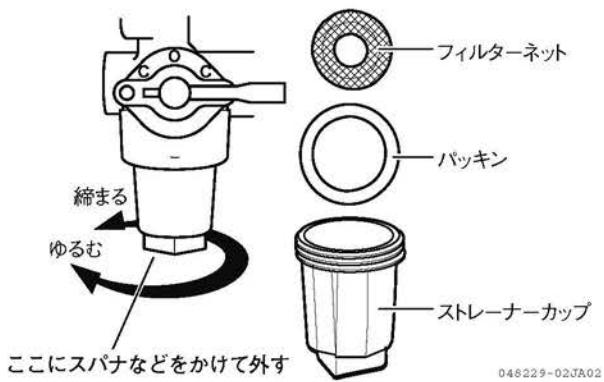

図 4-23 燃料コシ器
2. 燃料コシ器下部の四角部を、工具(二面幅(10mm))でゆるめます。(図 4-23)
4. フィルターネット、パッキン、ストレーナーカップの順に元通りに取り付けます。(図 4-23)